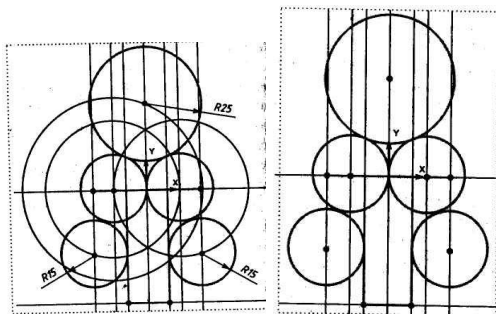

Рисунок 61
8. По команде Окружность, касательная к двум кривым  на панели инструментов строим окружности  $R15$  и  $R25$  (см.рис.61). По табл. 1 вид сопряжений–п.9
9. По команде Касательный отрезок через внешнюю точку  на панели инструментов строим два отрезка, касательные к окружностям  $R15$ , соединяем эти отрезки другим отрезком по команде Ввод отрезка  (см. рис. 61). По табл. 1 вид сопряжения – п.4.
16. Нажмите кнопку «Создать» в диалоговом окне Параметры. Получаем 3-мерную модель державки без невидимых линий. Выберите в Панели управления программы команду Полутоновое . Получим 3-мерное полутоновое изображение модели державки (см.рис.61).